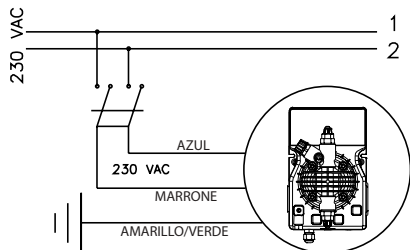

Fig. 4
1. Asegúrese de que esté desactivada eléctricamente (ambas polaridades) desconectando los conductores de los puntos de contacto de la red con el interruptor omnipolar de distancia mínima entre contactos de 3 mm. (Fig. 4).
1. Asegúrese que esté desactivada eléctricamente (ambas polaridades) desconectando los conductores de los puntos de contacto de la red con el interruptor omnipolar de distancia mínima entre contactos de 3 mm. (Fig. 4).
b.- Respete las leyes en vigor de cada país por lo que concierne a la instalación eléctrica (Fig. 4).
- a. Asegúrese de que esté desactivada eléctricamente (ambas polaridades) desconectando los conductores de los puntos de contacto de la red con el interruptor omnipolar de distancia mínima entre contactos de 3 mm. (Fig. 4).